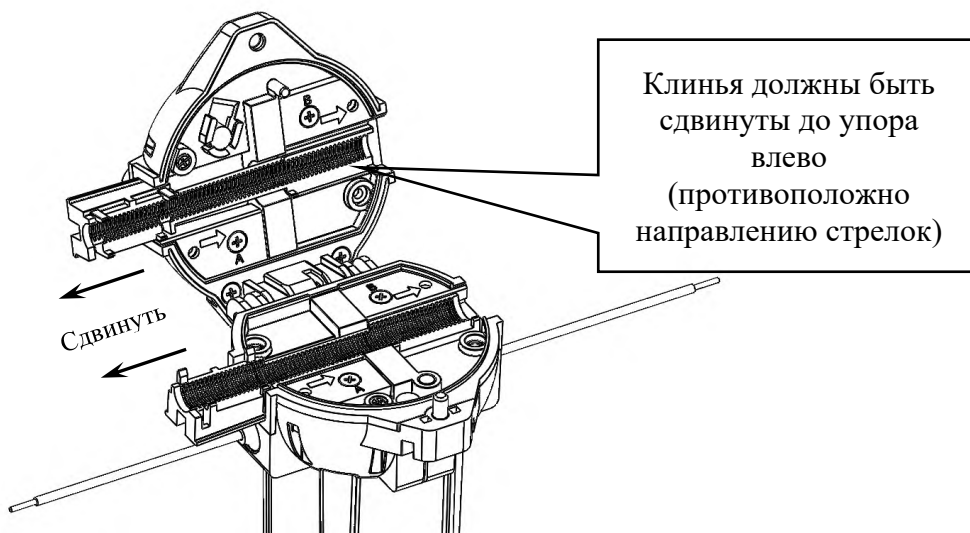
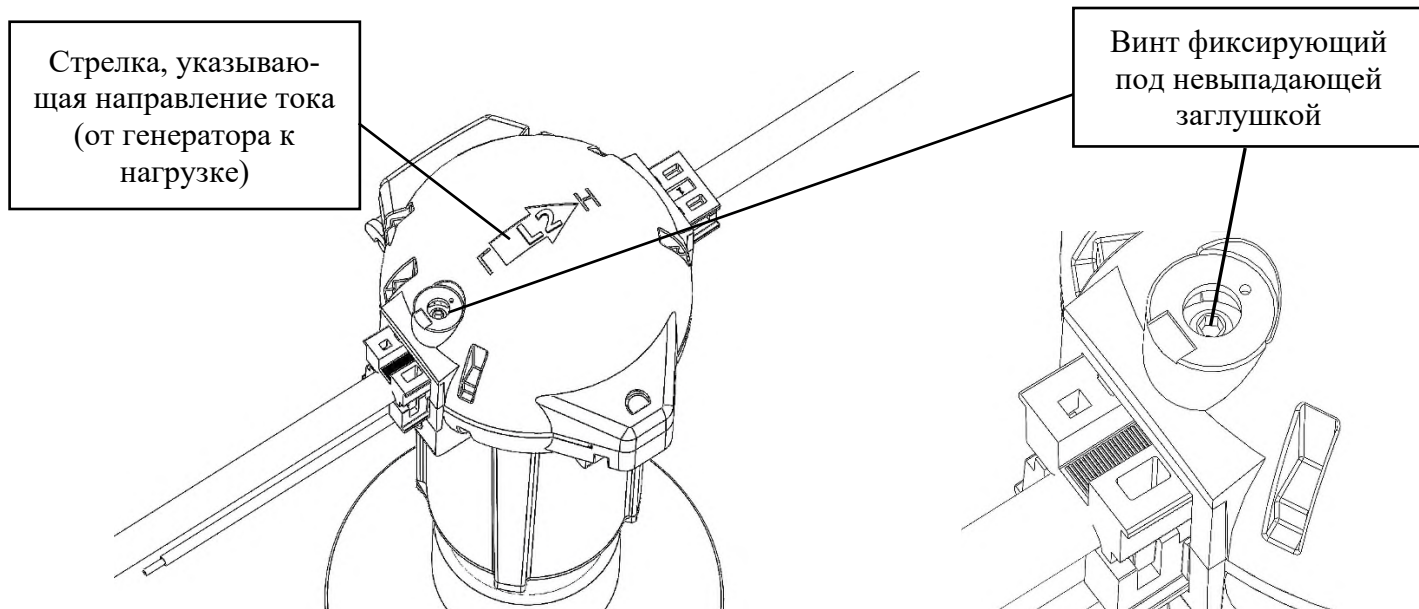

Рис. 7 – Подготовка блоков перед монтажом на провод.
Рис. 13 – Фиксация клиньев относительно блока с помощью винта.
3.1. Установить блок соединительный на средний провод, соблюдая направление электрического тока от генератора к нагрузке. На блоках прибора направление тока обозначено стрелками на верхней поворотной полусфере (рис.13) и на вставках А и В. Для установки выкрутить винт пломбирочный М6 отверткой РН2, винты стяжные М4 отверткой НЕХ 3. Раскрыть блок прибора. Сдвинуть оба клина в крайнее положение, соответствующее максимальному диаметру провода (рис. 7).
Зафиксировать клинья, затянув фиксирующий винт М6 отверткой HEX 3 с усилием $1,0 \pm 0,2$ Н·м в клин (рис. 13). Внимание! Не превышайте усилие затяжки, это грозит повреждением пластикового зажимного механизма и расклиниванием!